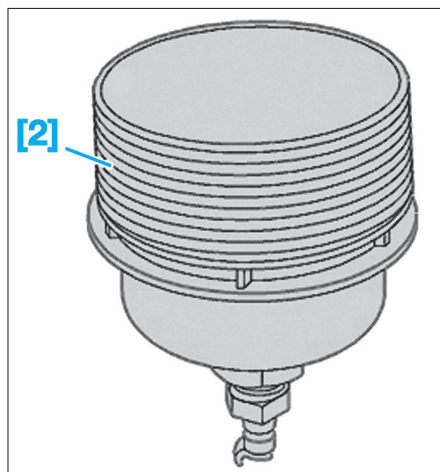

Fig. 16
- [2]. Raccord pour prise de pression d'huile moteur (réf : 1503-J) (Fig.16).